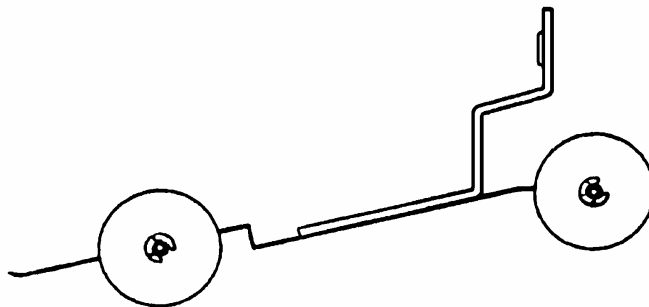

Figure 3 TRACK ROLLERS (4 ROLLER) 62-104-00
5. Install TRACK ROLLERS [4 roller] (Fig. 3 and 4).